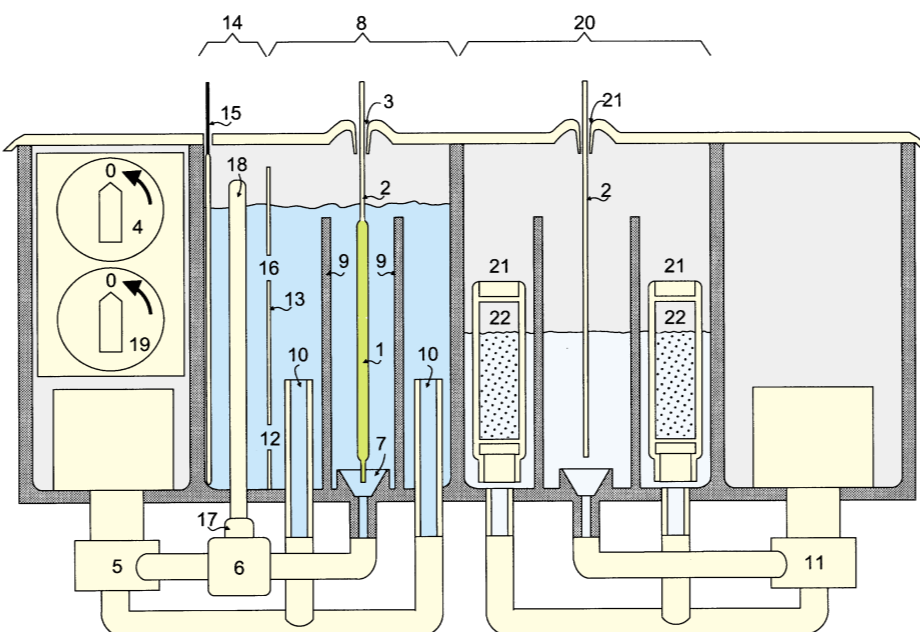

Bild 1: Aufbau der Kleinätzanlage „Turbo T80“
Abbildung 1 zeigt den prinzipiellen Aufbau der Kleinätzanlage „Turbo-T80“. Nachfolgend wollen wir nun die Funktion für die beiden wichtigsten Arbeitsschritte bei der Bearbeitung einer Leiterplatte beschreiben.
Die abzuätzenden Leiterplatten (1) werden in die Halterung (2) eingesetzt und mit dieser in den Schlitz (3) eingeschoben. Mit dem Zeitschalter (4) wird die gewünschte Ätzzeit eingestellt. In Abbildung 1 ist schematisch die Ätzmittelpumpe (5) dargestellt, deren Druckseite über einen Injektor (6) in einer Düse (7) mündet. Die Düse (7) ist so in der Ätzkammer (8) angeordnet, daß das turbulent einströmende Ätzmittel die Leiterplatte umspült. Das Ätzmittel fließt über die Trennwände (9) und die Rücklaufrohre (10) wieder zurück zur Ätzmittelpumpe (5).